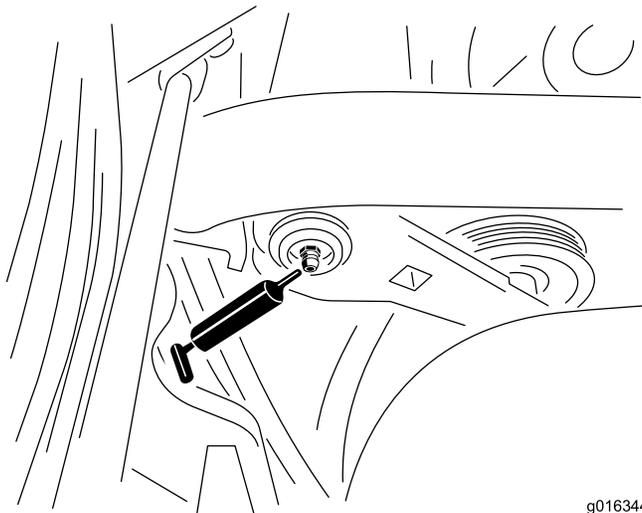

図 26
1. 異物を入れてしまわないよう、グリスニップルをきれいに拭く 図 26。